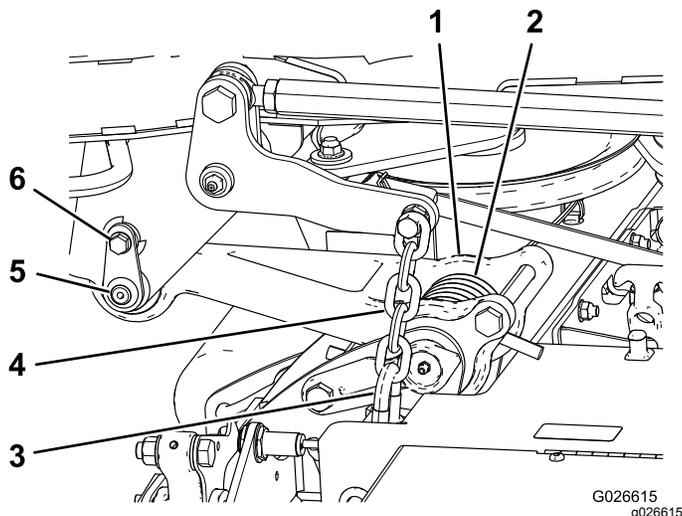

Figura 19
Nota: Posizionate un blocco di legno o una zepa simile sotto ogni collegamento per mantenere la posizione sollevata (Figura 19).
2. Allineate il collegamento di trazione al telaio portante e fissate il collegamento al perno di ancoraggio (Figura 19).
3. Fissate il perno di ancoraggio al telaio con una vite a perno (Figura 19).